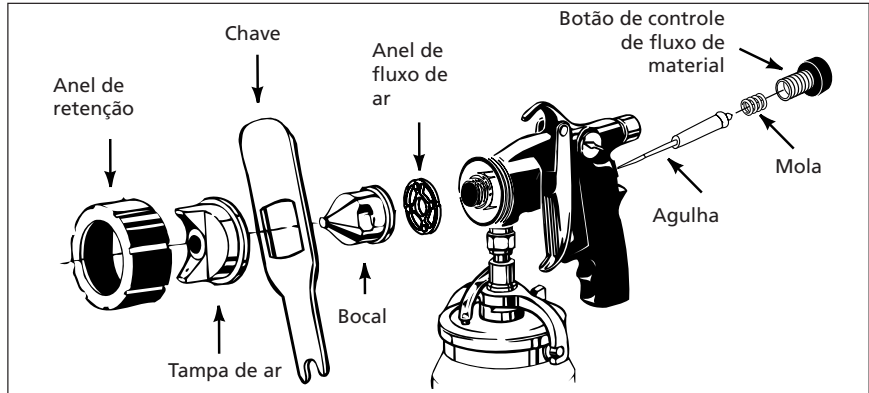

Figura 15 - Preparação para limpeza
2. Usando a chave que é fornecida, desaparafuse e remova o anel retentor, bocal e anel de fluxo de ar (veja a Figura 15).